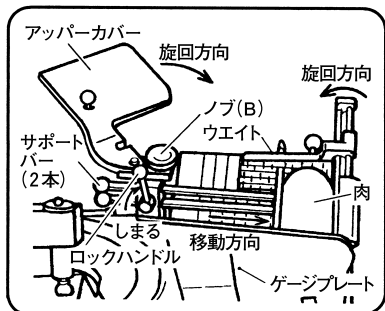

図 10
摺動部、回転部には常に注油してください。丸レールの注油カップ（図19参照）、サポートバー（2本）（図10参照）、ガイドバー（図1-イ参照）にはご使用前に必ず注油してください。
(3) アッパーカバーを矢印方向に旋回させ、ノブ(B)で固定します。（図10）